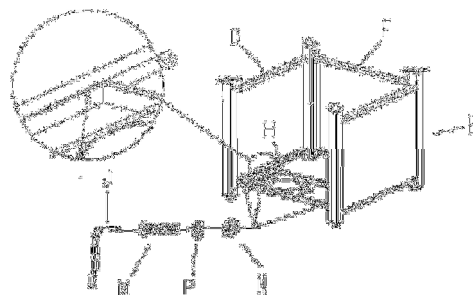

Figura 2
2. Fije el soporte del cilindro de gas (H) al lado izquierdo (D) y al lado derecho (E) con 4 tornillos  $\frac{1}{4}$  in x 15 mm (M), 4 arandelas planas (N) y 4 arandelas de resorte (P) con la llave Allen (J), (ver Figura 2).